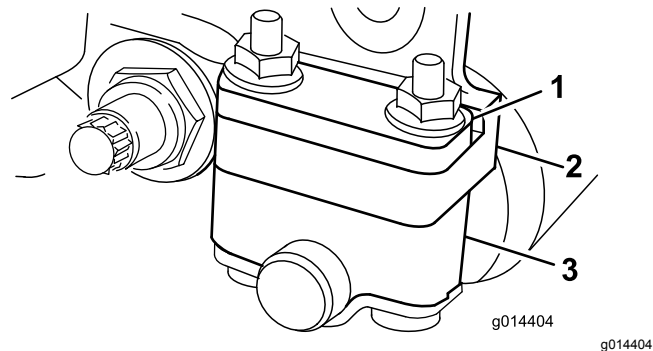
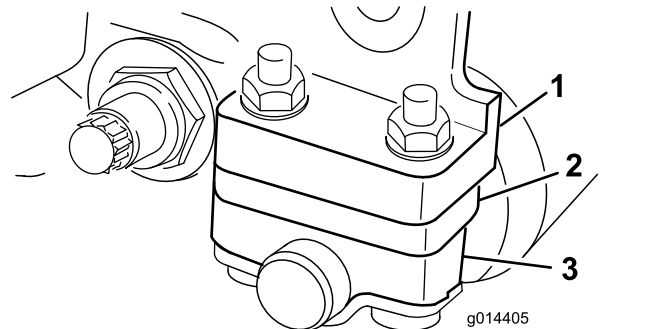

图6
图7
根据您想要的剪草高度范围需要将后滚筒支架 图6 或 图7 调整到较低或较高的位置
- 如 图6 所示当剪草高度设置介于 1.56mm 之间时将隔片放在侧板安装法兰的上方出厂设置。
- 如 图7 所示当剪草高度设置介于 325mm 之间时将隔片放在侧板安装法兰的下方出厂设置。
4. 需要时将隔片放入滚筒支架上方或下方的螺栓上 图6 或 图7。